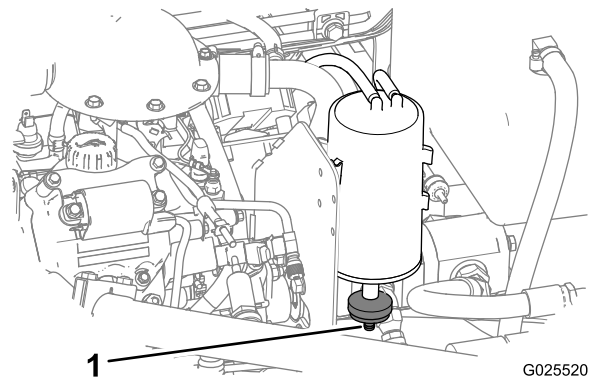

Bild 58
1. Ermitteln Sie den Luftfilter an der Unterseite des Aktivkohlefilters (Bild 58).